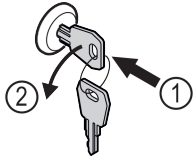

Fig. 124
- ▶ Schlüssel hineindrücken. Fig. 124 (1)
- ▶ Schlüssel um 90° gegen den Uhrzeigersinn drehen. Fig. 124 (2)